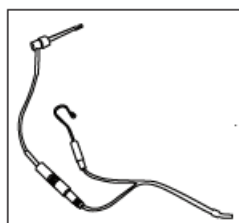

Рисунок 3
3.1.2 Вставьте зажим для файла и загубник соответственно в два гнезда измерительного провода. Когда Апекслокатор используется отдельно, нет никакой разницы между серым концом и белым концом измерительного провода [Рисунок 3]. Но если апекслокатор подключен к Endo Motor, пожалуйста, соедините белый конец с загубником, а серый конец будет подвешен.